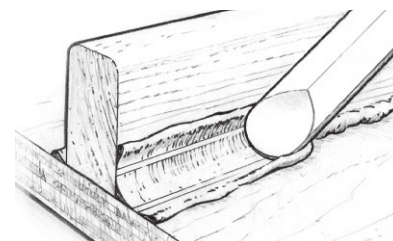

Figura 13 Modele y suavice el filete con una herramienta redondeada de fileteado.
2. Modelar y suavizar el epóxico grueso exprimido en un filete mediante el trabajo con una herramienta redondeada de fileteado (varilla de mezcla 804) a lo largo de la junta, arrastrar el exceso de material por delante de la herramienta y dejar un filete liso en forma de moldura bordeada a cada lado por un margen limpio. Algún exceso de material de fileteado permanecerá fuera del margen (Figura 13). Use el exceso de material para rellenar cualquier hueco. Suavizar el filete hasta que esté satisfecho con el aspecto. Una varilla mezcladora